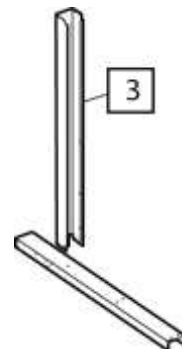

fig.4
**B)** Ahora coloque la columna central (3) encima de los dos perfiles, como se muestra en la fig. 4.